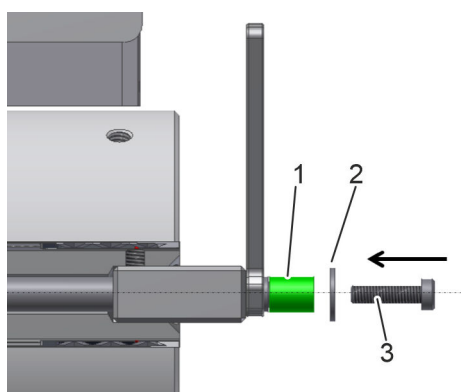

Fig. 19: Cylinderskrue
7. ➔ Skru cylinderskruen M4 (str. 3) (Fig. 19/3) og skiven 4,2 mm (Fig. 19/2) på målepinden (Fig. 19/1). Moment 5 Nm.